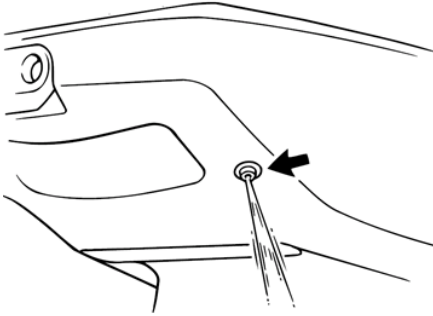

Рис. 17 Выход воды
1. После запуска двигателя проверьте выход охлаждающей жидкости. Вода должна течь постоянно (Рис. 17).